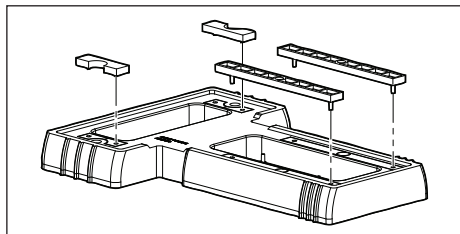

Figura 7. Presione los espaciadores hasta que queden en su lugar
3. Alinee los pines de los cuatro espaciadores con los orificios de la base. Presione los espaciadores en su lugar (Figura 7).